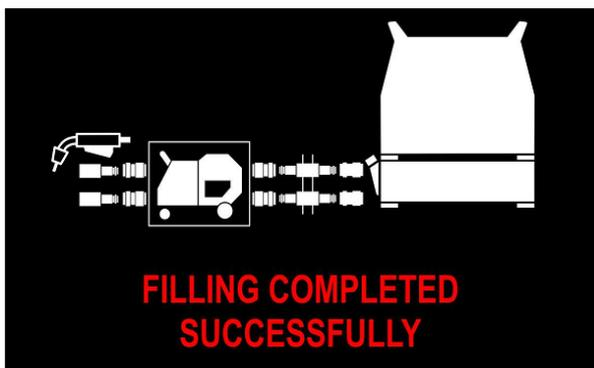

Figura 21
- Se o processo de enchimento for bem sucedido (Figura 21 ou 29), o refrigerador passa para o modo AUTO.